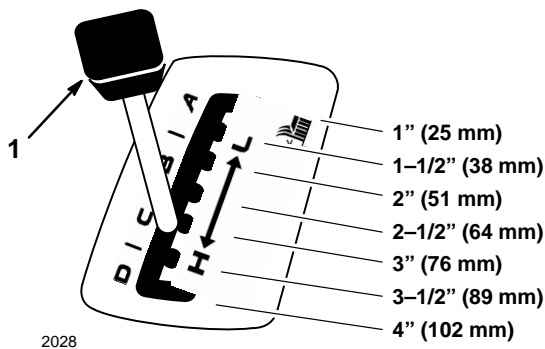

Figure 6
2. Tirer le levier de hauteur de coupe (relevage du carter de tondeuse) et le mettre dans la position souhaitée (Fig. 6).